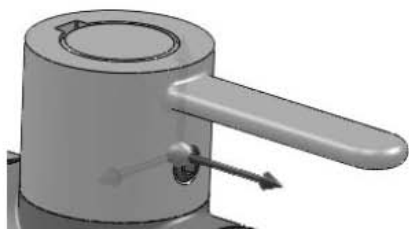

Рис. 6.45. Выделение винта и оси направления перемещения
1. Выберите команду Вид с разнесенными частями . Выделите винт, в появившейся системе координат выделите ось нужного направления (вдоль оси вращения винта) (рис. 6.45).